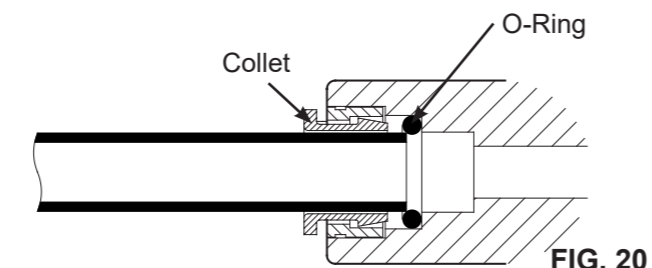
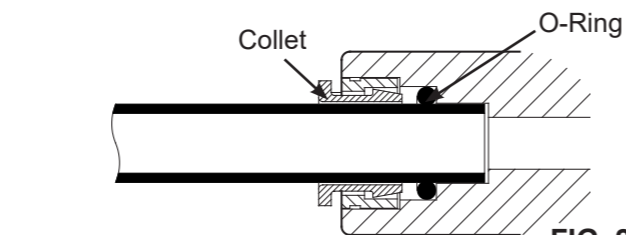

FIG. 20
FIG. 21
1. Poussez le tuyau dans la douille jusqu'à ce qu'il pénètre dans le joint torique. Continuez d'exercer une pression jusqu'à ce que les bouts des tuyaux reposent contre le bout du raccord. Cf Fig. 21. L'erreur courante consiste à cesser de pousser lorsque le tuyau pénètre dans le joint torique. Lorsque le tuyau de 1/4" (6.35 mm) est complètement inséré, 1.7 cm de tuyau est entré à l'intérieur du raccord. Lorsque qu'un tuyau de 3/8" (9.5 mm) est complètement inséré, 1.9 cm du tuyau est entré à l'intérieur du raccord. Vous pouvez faire créer des repères sur les tuyaux à l'aide de scotch ou d'un marqueur. Cf Fig. 20 & 21.
6. Insérez correctement à l'intérieur du collet. Cf Figs. 20 & 21.
4. Insérez bien profondément à l'intérieur du raccord rapide du module d'osmose. Figs. 20 & 21.
5. Insérez correctement à l'intérieur du collet. Cf Figs. 20 & 21.